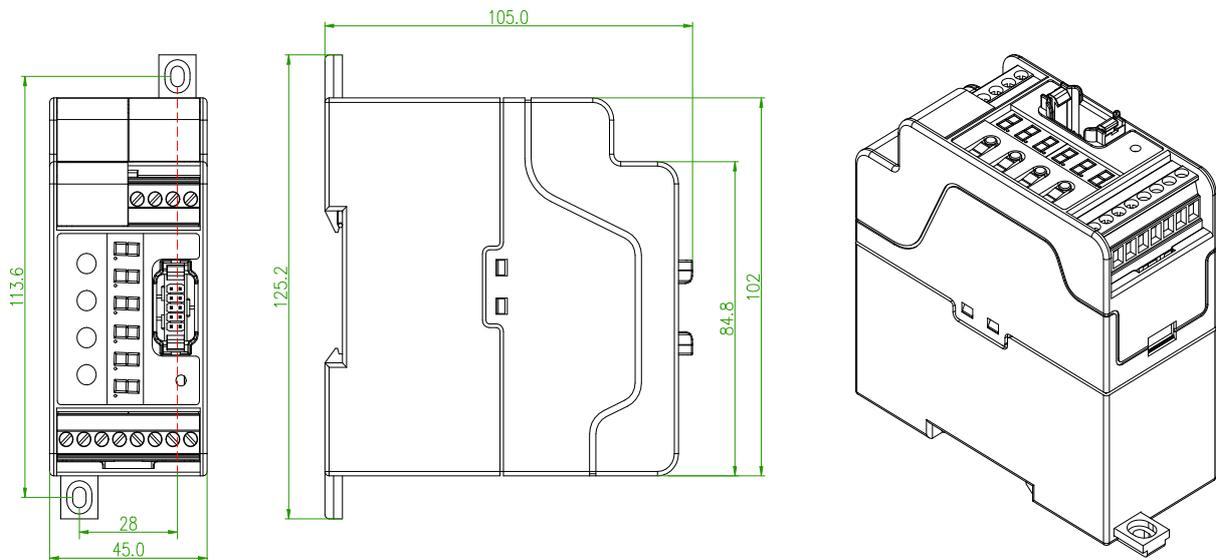

Figura 1
6.1.1 Tamaño del módulo de fuente de alimentación (Figura 1)